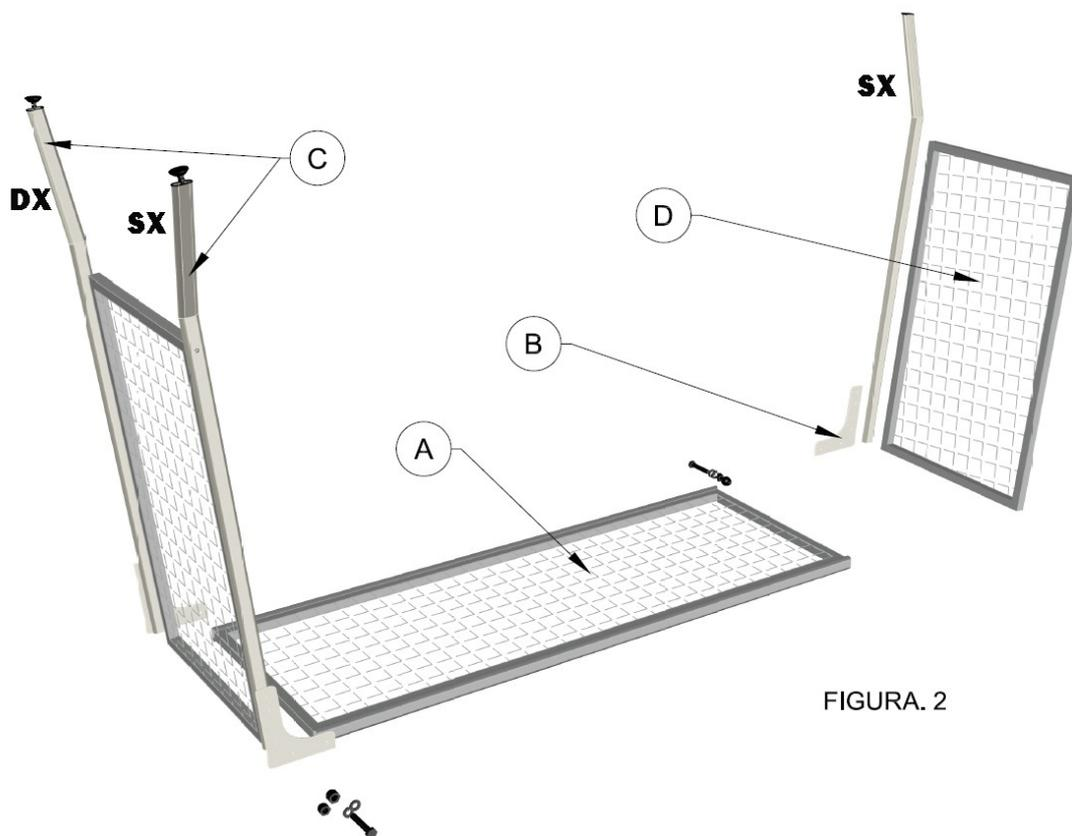

FIGURA. 2
**ATTENZIONE!** La gabbia deve essere montata con tutte le griglie, le viti e i dadi rivolti verso l'interno. Prestare attenzione al posizionamento delle gambe (posizione C). Ci dovrà essere una gamba DX e una SX per ogni lato come da figura 2.